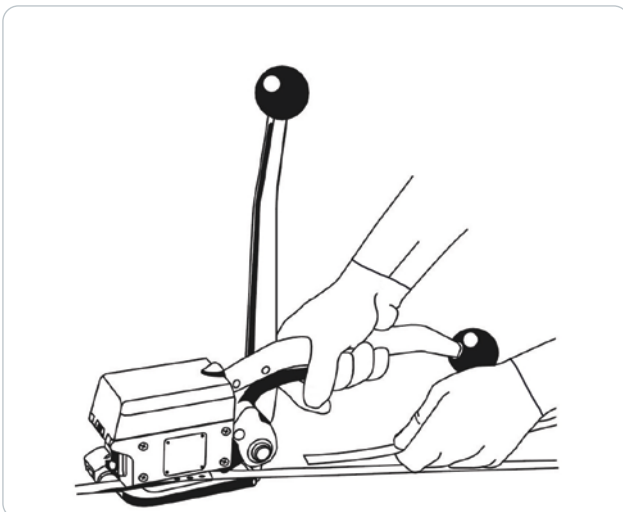

Abbildung 5
7. Halten Sie das abgeschnittene Ende mit der linken Hand und heben Sie die Wippe mit der rechten an. Ziehen Sie das Bandende über die linke Seite aus dem Gerät heraus. Führen Sie das Gerät nach rechts von der Umreifung weg (Abbildung 5).